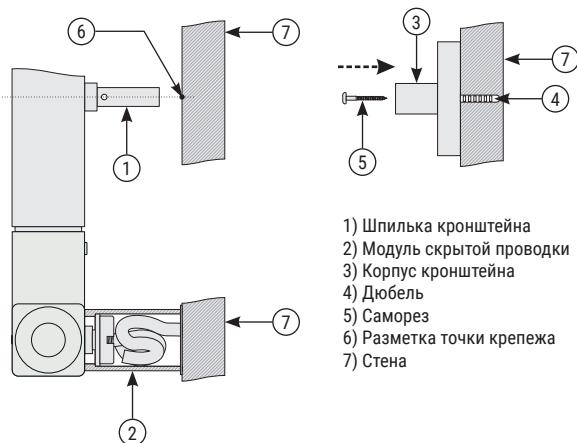

Рис.5
1.7. Установить шпильки кронштейна на полотенцесушитель (рис. 5).
1.8. Произвести «примерочный» монтаж модуля скрытой проводки вместе с электрическим полотенцесушителем для точной разметки точек крепежа (рис. 5).
1.10. В полученных метках сделать отверстия диаметром 6 мм и произвести монтаж кронштейна полотенце-сушителя (рис. 5).